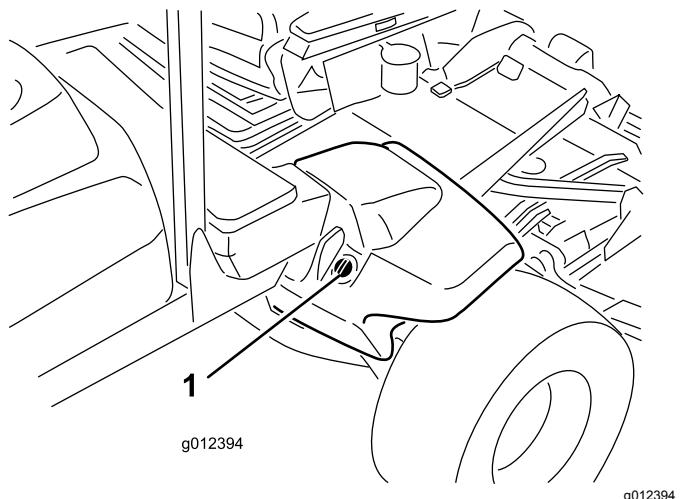

Figura 22
- Limpie la zona alrededor del cuello de llenado y el tapón del depósito hidráulico (Figura 22).